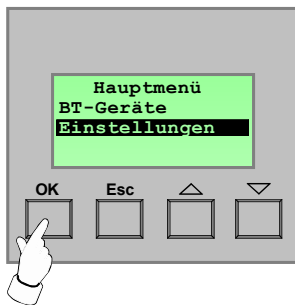

Bild 2: Hauptmenü
2. Das Hauptmenü öffnet sich. Durch Anwählen (Δ / ∇) des Menüeintrags "Einstellungen" und Betätigung der Taste "OK" wird der Vorgang weiter fortgesetzt (vgl. Bild 2).